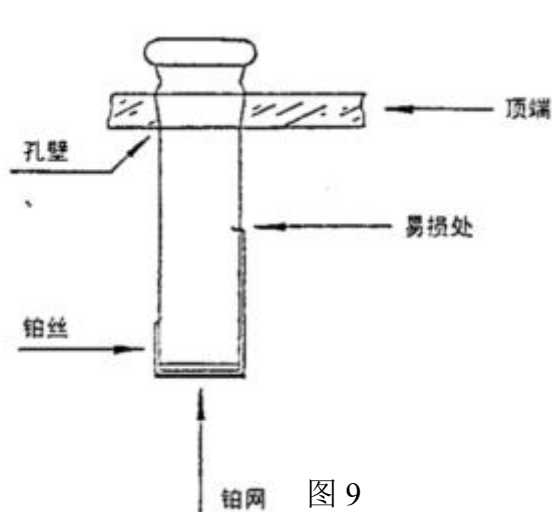

图 9
1、当要拆卸阴极室时，因为铂金丝和铂金网是从阴极室的磨口连接部分的横截面上伸出，所以应注意不要碰到滴定池的顶端和孔壁（如下图 9）。